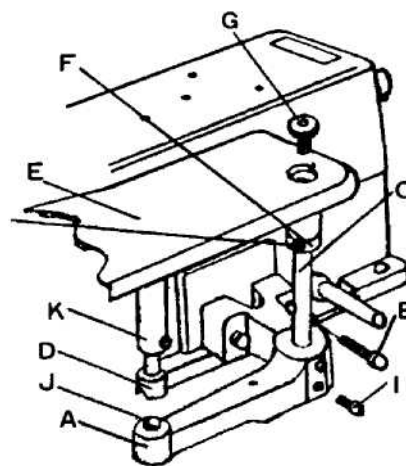

Рис. 3
## (4) Регулировка компонентов рабочей платформы (рис. 3)